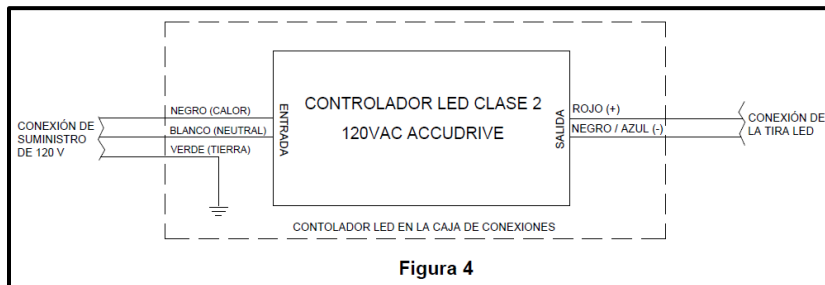

Figura 4
- Una vez que las tiras LED estén selladas e instaladas en la ubicación deseada, consulte el diagrama de cableado para la instalación del controlador LED (Figura 4).